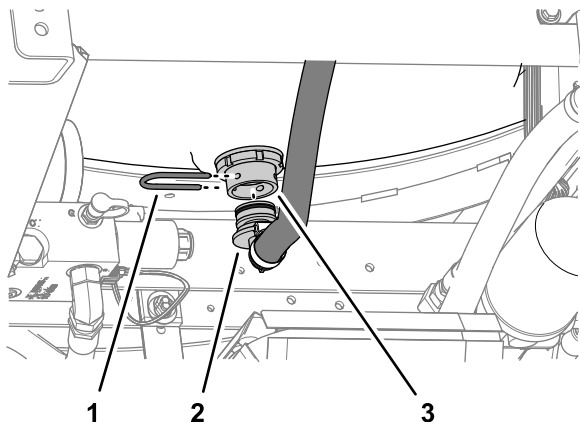

Figura 3
3. Na parte inferior do depósito de lavagem, retire a forquilha de retenção que prende a união de 90° do tubo de fornecimento à união do anteparo (Figura 3).
4. Retire a união de 90° da união do anteparo (Figura 3).